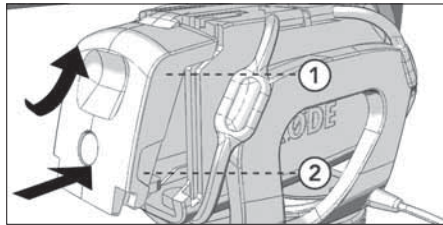

Abb. 4 – Schließen des Batteriefachs
3. Setzen Sie den Deckel oben am Batteriefach an und schließen Sie ihn mit Zeige- und Mittelfinger bis er einrastet, während Sie mit dem Daumen gezielten Gegendruck auf die Rückseite des Mikros (unterhalb der Schalter) ausüben (Abb. 4).